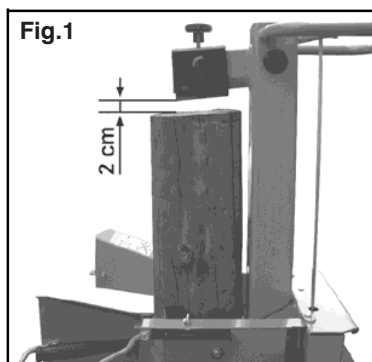

Fig. 2
2. Suelte una palanca para que quede la cuña en posición (Fig.2).